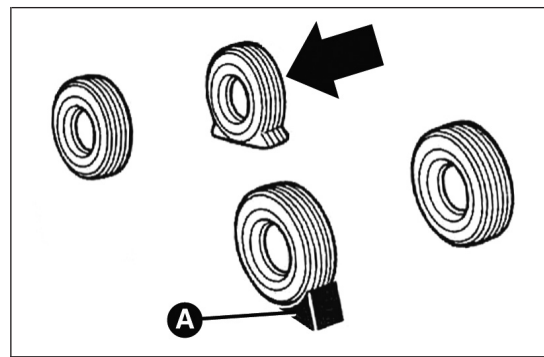

fig. 159
- positionner la cale à l'arrière sur la roue opposée en diagonale à celle à remplacer (voir fig. 159) pour empêcher tout mouvement de la voiture quand elle est levée ;